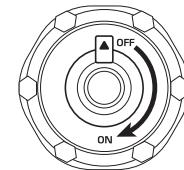

Fig. 3
7. După ce generatorul se oprește, lăsați-l să se răcească și închideți ventilul de aer de pe bușonul de combustibil (puneiți pe „OFF”, așa cum se arată în Fig. 3)